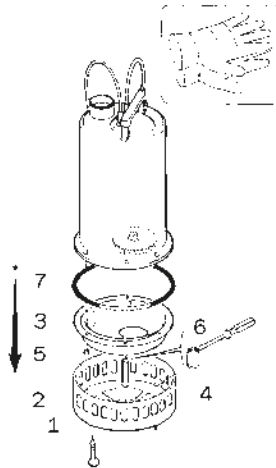
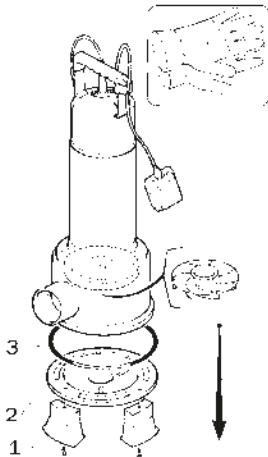

FIG. 10 • RIGHT
FIG. 11 • DW
- aجية los tres tornillos (1) de fijación del filtro;
- desmonte el filtro (2);
- aجية los tres distanciadores (4) y las tres tuercas (5) y quite el fondo de ajuste (3);
- con un pequeño destornillador plano extraiga las arandelas de nylon (6) y cámbielas porque al quitar la hélice éstas se rompen;
- preste atención a no dañar el anillo de estanqueidad (7).
7.3. ELECTROBOMBA RIGHT (FIG. 10)
- aجية los tres tornillos (1) de fijación de los pies de apoyo y del lado del cárter de aspiración (2)
- preste atención a no dañar el anillo de estanqueidad (3);
7.4. ELECTROBOMBA DW (FIG. 11)
- aجية los seis tornillos (1) que cierran el cuerpo de la bomba (no la tuerca porque está soldada al cuerpo de la bomba);
- desmonte el cuerpo de la bomba extrayéndolo (2);